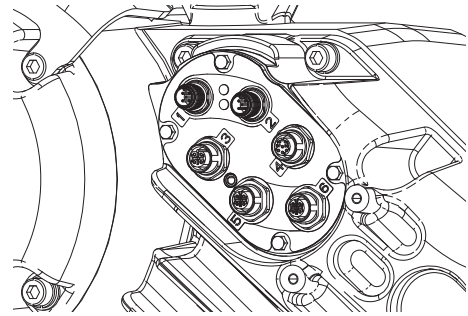

FIG. 27
2. Apague el interruptor de desconexión (M).
- a. Retire la cubierta de la carcasa del controlador (HC).
- c. Afloje el prensacables (CG).
- d. Retire los cables de la carcasa del controlador tirando de ellos a través del el prensacables (CG).
- e. Desconecte los cables conectados a los puertos 1-6 del lado del controlador, mostrados en la FIG. 27.